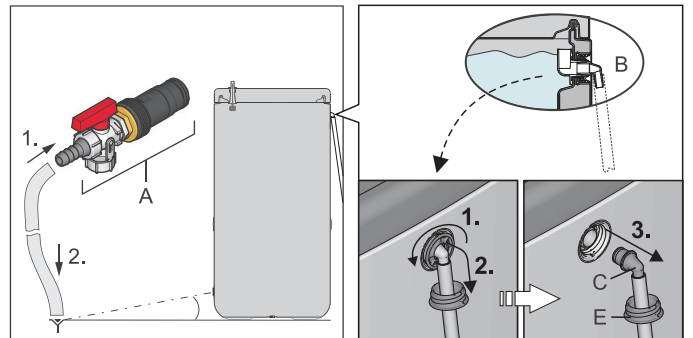
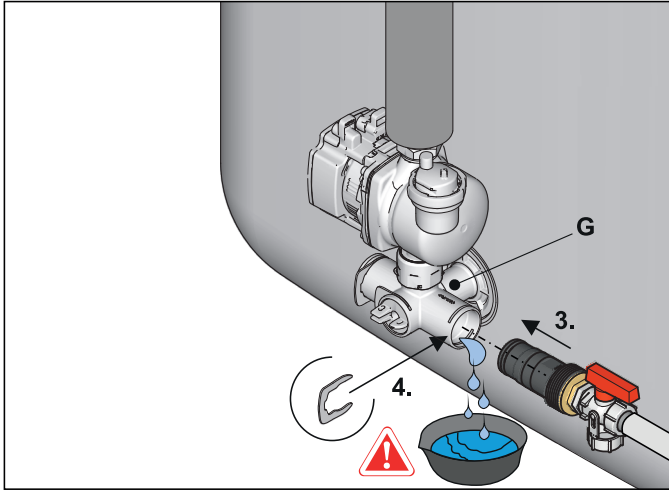

Fig. 5-1 Montaggio del flessibile di scarico; opzionale: smontaggio del pezzo di raccordo dal troppopieno di sicurezza
Fig. 5-6 Montaggio del raccordo di riempimento KFE nell'angolare di raccordo
- 2 Collegare un flessibile di scarico al **raccordo di riempimento KFE (accessori KFE BA)** (fig. 5-1, pos. A) e posarlo con un punto di scarico almeno al livello del pavimento.
Se non è disponibile un **raccordo di riempimento KFE**, è possibile smontare e utilizzare in alternativa il raccordo (fig. 5-1, pos. C) del troppopieno di sicurezza (fig. 5-1, pos. B).
Tab. 5-1 Legenda per fig. 5-1 fino a fig. 5-6
- 3 Innestare il **raccordo di riempimento KFE** nell'angolare di raccordo e bloccarlo con la clip di fissaggio (fig. 5-6).